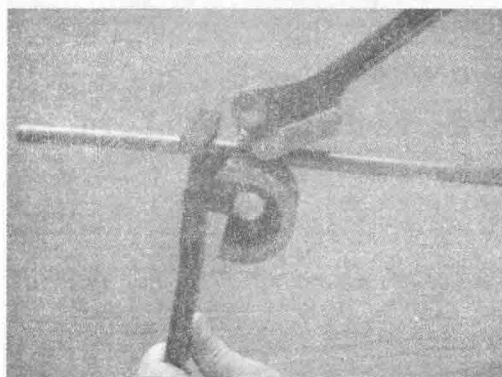

图 1-13 杯形口好坏判断
(6) 慢慢旋转手柄，将胀头从铜管中取出，松开夹板螺母，取下铜管
(7) 观察杯形口是否符合要求（同直径的铜管能否插入，如图 1-13）